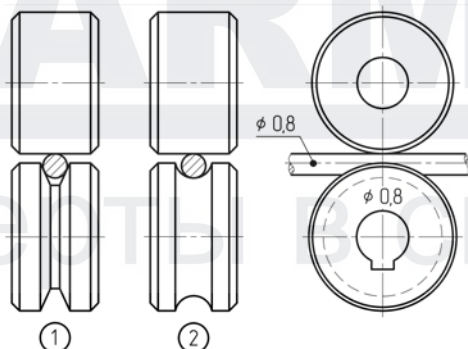

Рис. 9.6. Выбор подающего ролика.
- Форма канавки соответствует типу сварочной проволоки (См. рис. 9.6).